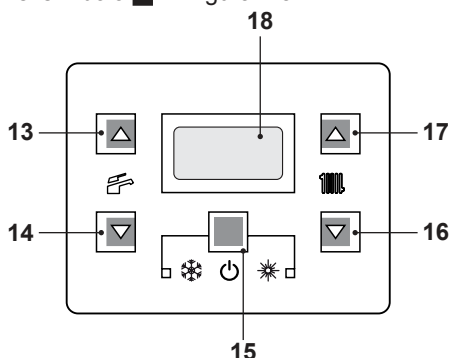

Figura 2.5
- Mantenga pulsado durante 2 segundos el botón 15 hasta que aparezca en el display el símbolo  Figura 2.5.
La temperatura del agua caliente de impulsión de la calefacción puede regularse mediante los botones 16 (reducción) y 17 (aumento) (Figura 2.5) entre un mínimo de aproximadamente 25°C y un máximo de aproximadamente 85°C. La primera vez que se pulsa uno de los dos botones se
De todas formas, si la temperatura ambiente no resultase confortable, se puede aumentar o reducir la temperatura de impulsión de la instalación de calefacción en $\pm 15^{\circ}\text{C}$ usando los botones 16 (reducción) y 17 (aumento) (Figura 2.5).
La temperatura del agua caliente sanitaria contenida en el acumulador puede regularse hasta un máximo de aproximadamente 60°C , utilizando los botones 13 (aumento) y 14 (reducción) (Figura 2.5).
La temperatura del agua de impulsión del serpentín del acumulador puede modificarse con los botones 13 (aumento) y 14 (reducción) (Figura 2.5).